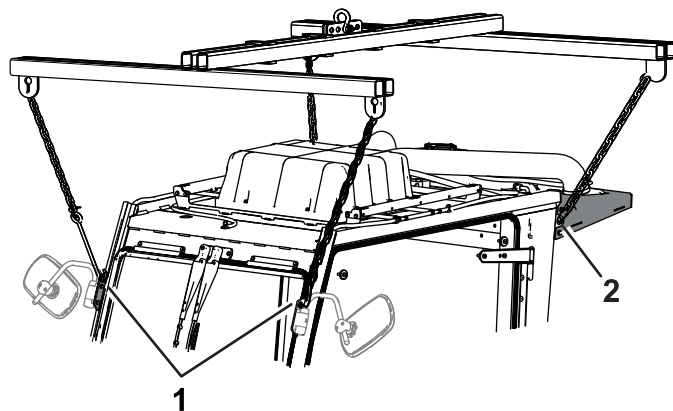

Figura 12
3. Utilice un polipasto para sujetar la cabina y conecte el polipasto a los 4 puntos de elevación de la cabina (Figura 12).
4. Eleve la cabina con un polipasto (Figura 12).